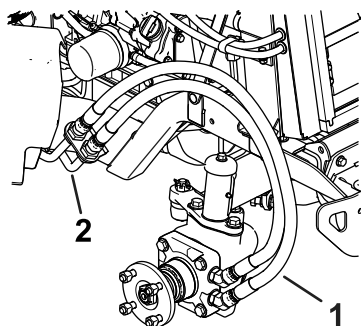
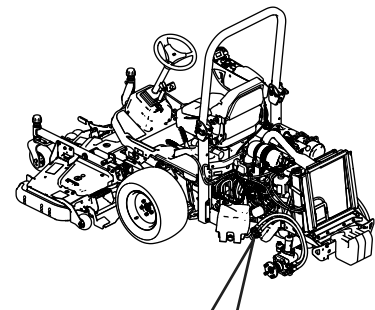

図 9
図 10
1. ホイールの前にある油圧ラインから既存のホースを外し、急いで油圧ラインをキャップでふさぐ **図 9** と **図 10**。